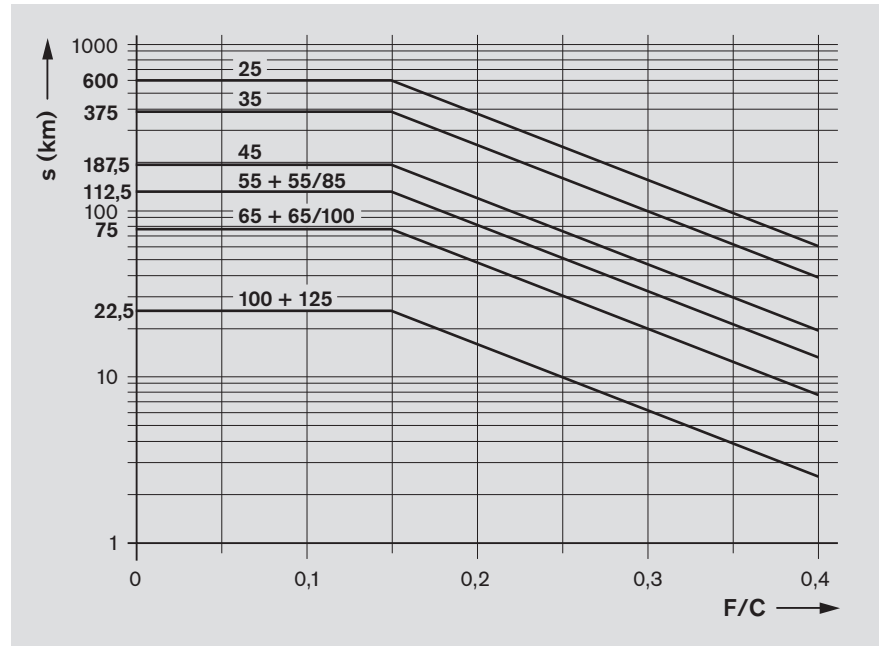

图 10
- 当达到补充润滑周期 (图 10) 时，在润滑接口上注入表 7 中的最小润滑量。
润滑节拍由补充润滑周期(按图 10)除以脉冲数来计算获得(见163页设计样例)。
- 当达到补充润滑周期 (图 10) 时，在润滑接口上注入表 8 中的最小润滑量。为此需要用到以在补充润滑 (正常行程) 中同样的方法算出的脉冲次数和润滑节拍。